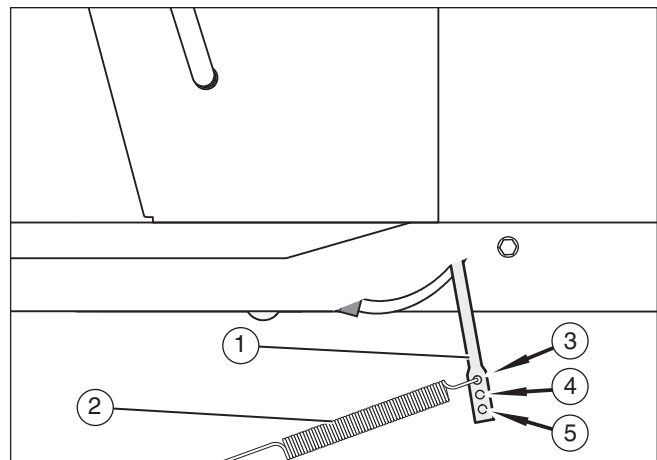

Figure 9
5. Débrancher le ressort du système de rotation de la lame (2) situé sur la tringle de commande de la lame (1) (Figure 9). Déplacer le ressort vers le trou central (4). Cela permettra d'accroître la tension sur la courroie motrice de la tondeuse.
6. Attacher le câble à la bougie. Tondre sur une courte distance et vérifier la qualité de la coupe. Si nécessaire, déplacer le ressort du système de rotation de la lame vers le trou du bas (5).
14. Si vous remplacez la courroie motrice de la tondeuse, mettre le ressort du système de rotation de la lame (2) dans le trou du haut (3) (**Figure 9**).